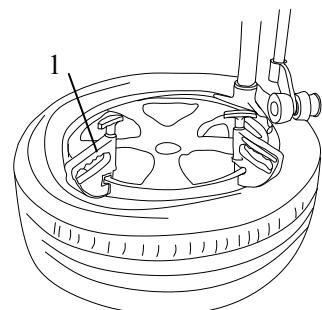

Fig. 12
2. Placez le talon supérieur sur l'arrière de la tête de montage/démontage et sous l'avant de la tête de montage/démontage. Déplacez le bras de pression et assurez-vous qu'il est bloqué. Tirez le levier D vers le bas pour presser le talon avec le rouleau C, G sous la tête de montage/démontage. Bloquez le bloc de pression 1 sur le bord de la jante, et tournez le plateau pour terminer le montage du pneu (fig. 12).